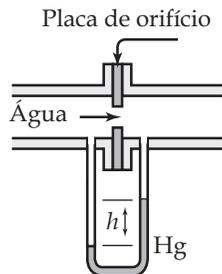

Figura Ep1.11
**Ep1.11** Considere a montagem esquematizada na Figura Ep1.11, que está a 20°C. Sabendo que a deflexão do manômetro é igual a 145 mm, determine a diferença de pressões medida.